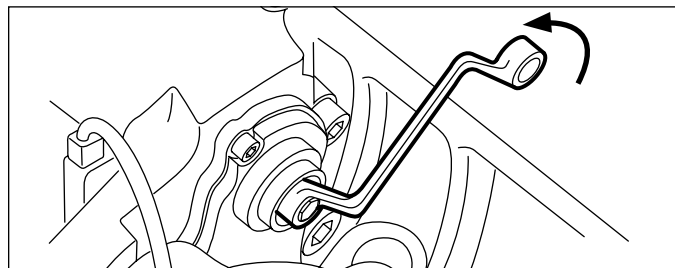

FIGURA 20 - AUMENTAR EL ESPACIO DE FUNCIONAMIENTO
- 4.2.2 Use una llave de cubo de seis puntos de 10 mm, haga girar el adaptador de cizallamiento (61) **hacia la izquierda** y escuche el sonido de 3 clics que indica que el mecanismo aumenta el espacio de funcionamiento. Nota: No use una llave de boca, ya que esto puede averiar el adaptador. Consulte la figura 20.